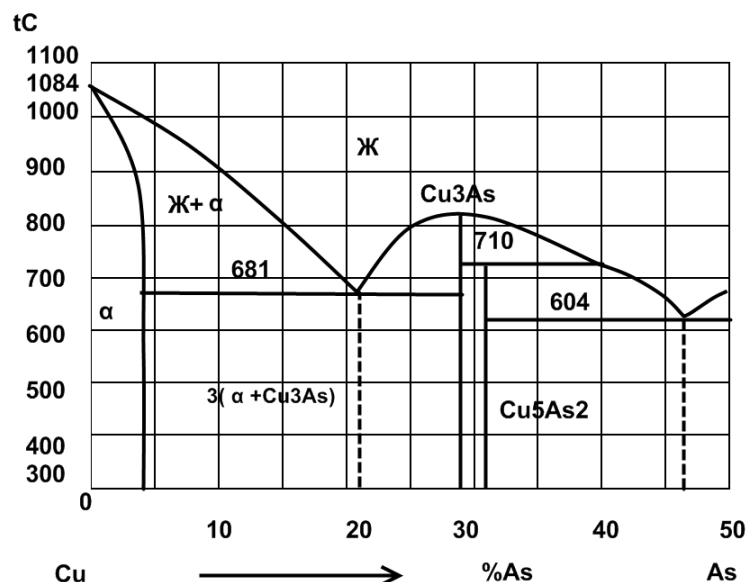

Рис. 6. Диаграмма состояния медь – мышьяк (Cu – As)
2. Вычертите диаграмму состояния системы медь — мышьяк (Cu – As). Опишите взаимодействие компонентов в жидком и твердом состояниях, укажите структурные составляющие во всех областях диаграммы состояния и объясните характер изменения свойств сплавов в данной системе с помощью правил Курнакова (рис. 6).